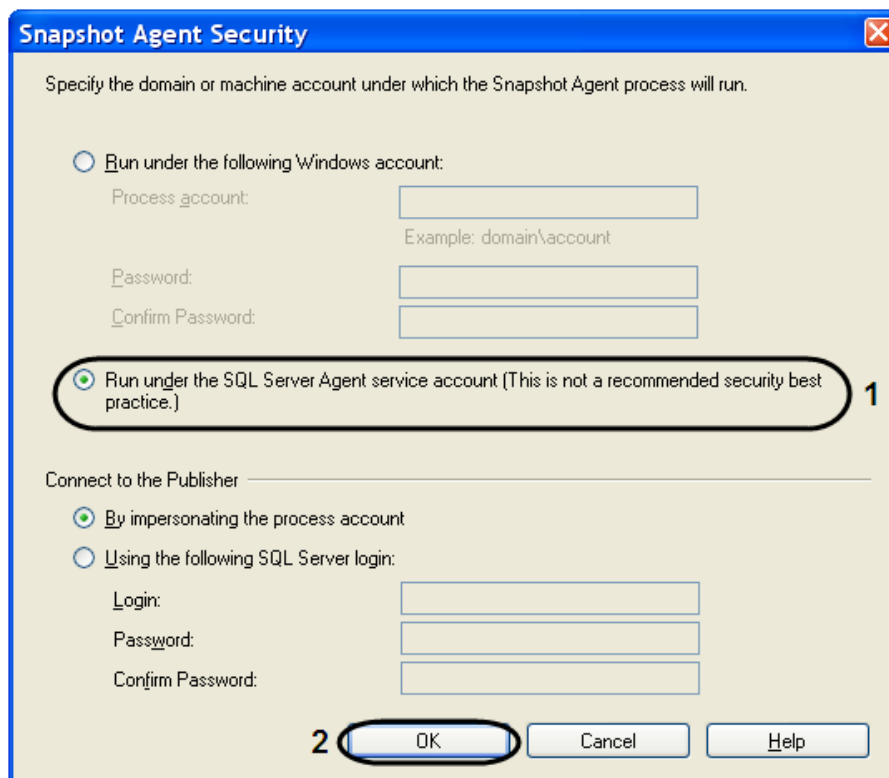

Рис. 11.3-9. Snapshot Agent Security
- 10.13. В результате проделанной операции откроется окно «Snapshot Agent Security» (Рис. 11.3-9).
- 10.14. Установите переключатель в положение «Run under sql server Agent service account (This is not a recommended security best practice)» (Рис. 11.3-9, 1).
- 10.15. Для сохранения внесенных изменений нажать кнопку «OK» (Рис. 11.3-9, 2).